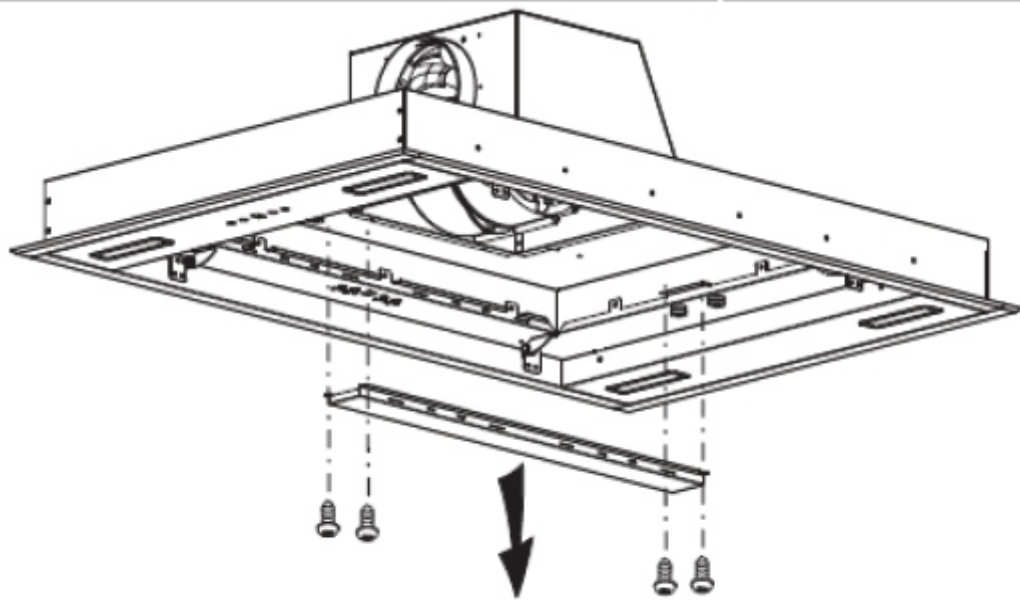

Figura 6
- b. Remova a barra decorativa do painel soltando os parafusos 4x ST4 x 8 mm (consulte a figura 6).